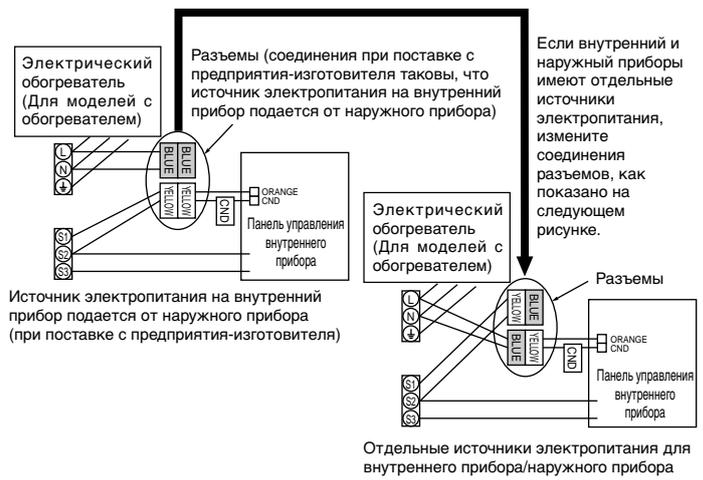

Fig. 6-2
6.2. Пульт дистанционного управления (Fig. 6-2) Для проводного пульта дистанционного управления